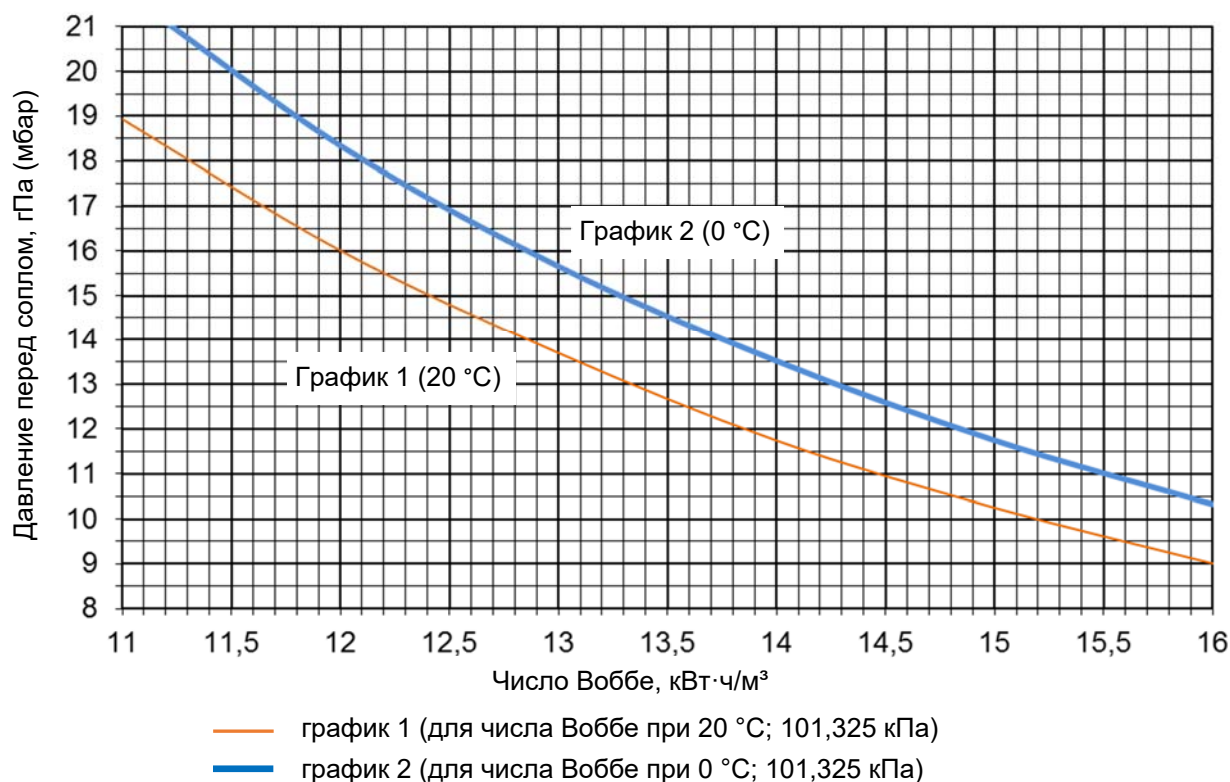

Рисунок 4.2.2 Определение давления газа перед соплом
*** Для достижения номинальной тепловой мощности излучателя необходимо давление газа на входе в сопло установить согласно графику (рис. 4.2.2), в зависимости от числа Воббе используемого природного газа (информацию о числе Воббе необходимо получить у местной газораспределительной организации).**